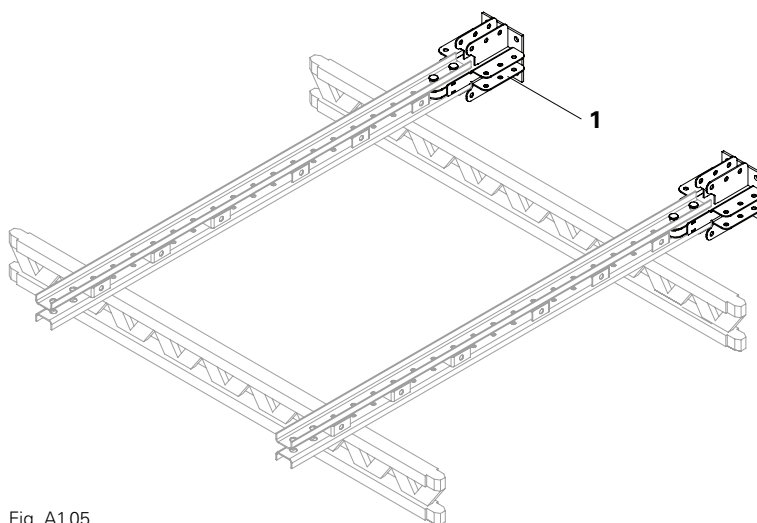

Fig. A1.05
2. Spingere i piedi di sostegno ATS (**1**) nei correnti in acciaio 262 (**25**). (Fig. A1.05)